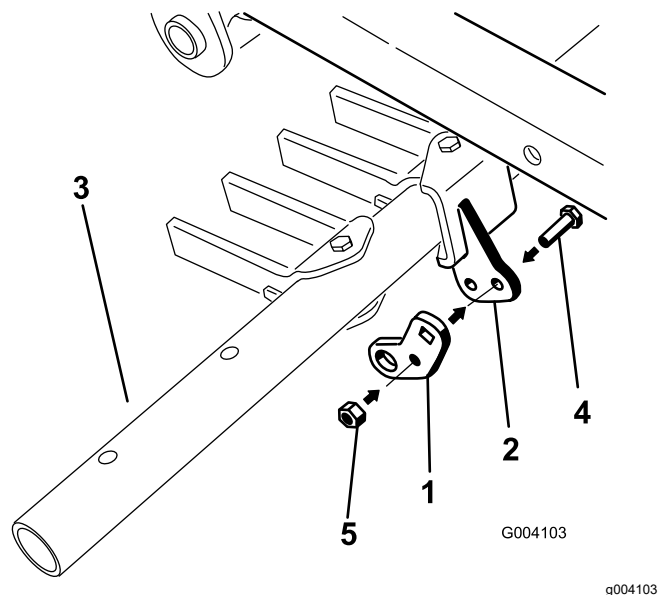

Figura 14
2. Fissate, senza serrarlo, il foro centrale dell'aletta di articolazione alla staffa orientabile della barra attrezzi mediante un bullone (5/16" x 1") e un dado di bloccaggio (5/16") (Figura 14).